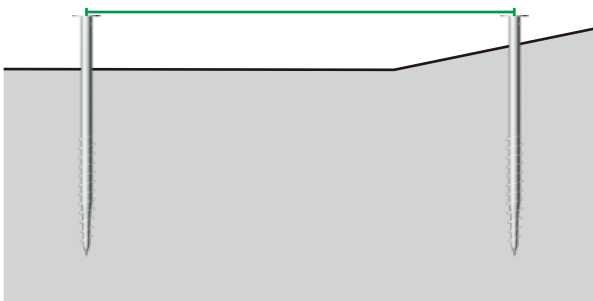

图1
1.2a,施工场地为平面带倾斜坡面时(图1)，坡面位置螺旋地桩打入地面深度适当减小或者采用更短的螺旋地桩，以保证同一阵列中所有螺旋地桩法兰盘在同一水平。